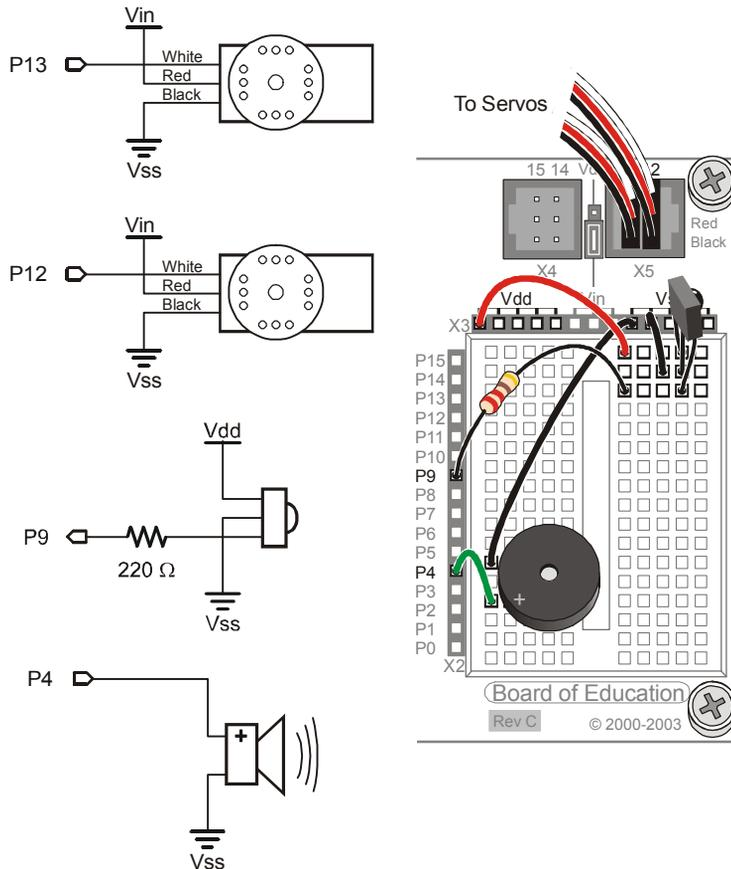

Figura 1-15
- ✓ Assemblate/riassemble e collaudate i circuiti dei servo del Boe-Bot, il rivelatore IR, ed dell' altoparlante piezo mostrati nella Figura 1-15 come mostrato.